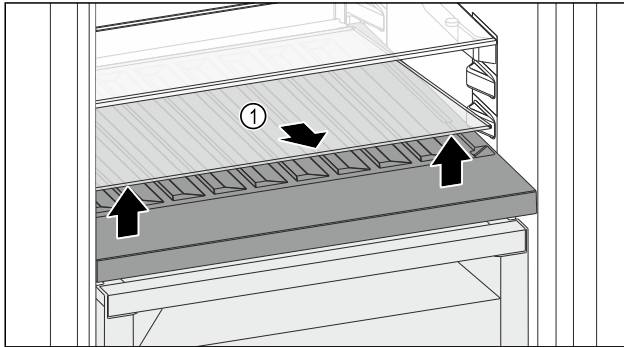

Fig. 164
- Sollevare il ripiano di vetro Fig. 164 (1) dall'incavo anteriore e rimuoverlo.
- Conservare il ripiano di vetro Fig. 164 (1) fuori dall'apparecchio in un luogo sicuro.
- Inserire il ripiano di vetro (2) sotto il vano bottiglie variabile.